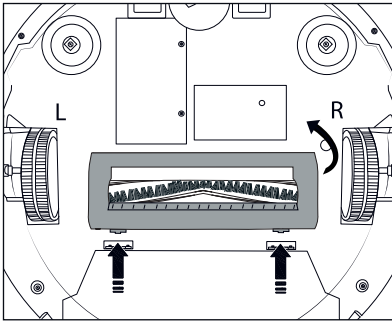

Abb. 14
- ◆ Drücken Sie auf die beiden Entriegelungstasten der Bürstenrollenabdeckung **15**, um diese zu lösen. Nehmen Sie die Bürstenrollenabdeckung **15** vom Gerät ab (siehe Abb. 14).